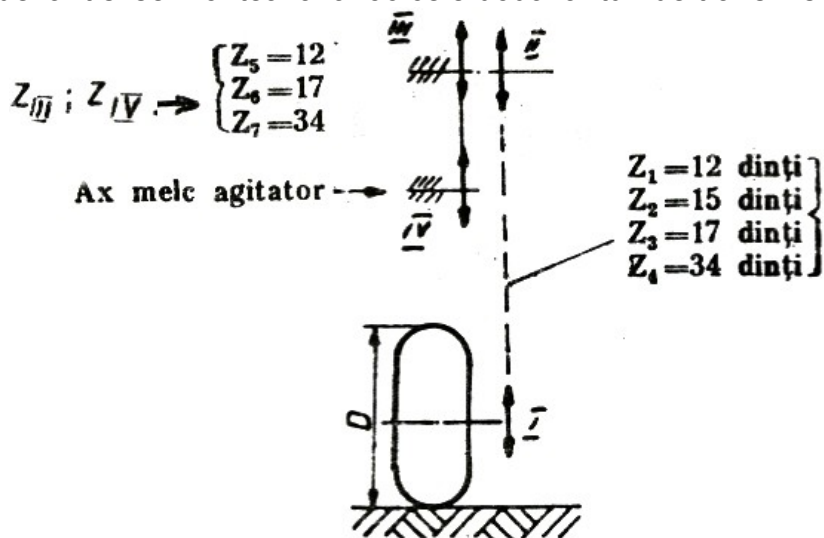

Fig. 15
7.2.3. Reglarea debitului de ingrasamant (kg/ha) se realizeaza ridicand turatia distributoarelor, prin schimbarea rapoartelor de transmisie dintre axele rotilor de antrenare si axele agitatoarelor (fig.15) pinioanele Z_I/Z_{II} si Z_{III}/Z_{IV} utilizand in acest scop indicatiile din tabelul nr. 4. In acest scop se slabesc lanturile transmisiilor cu ajutorul intinzatorului, se scot de pe pinioane, se schimba pinioanele de lant si se monteaza la loc cele doua lanturi de transmisie.